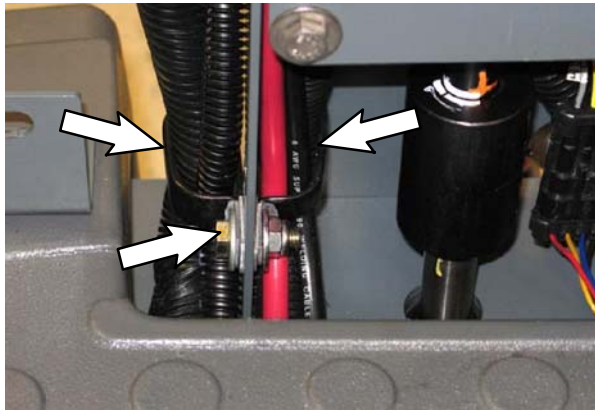

FIG. 52
32. Reinstallare i morsetti dei cavi. (Fig. 52)